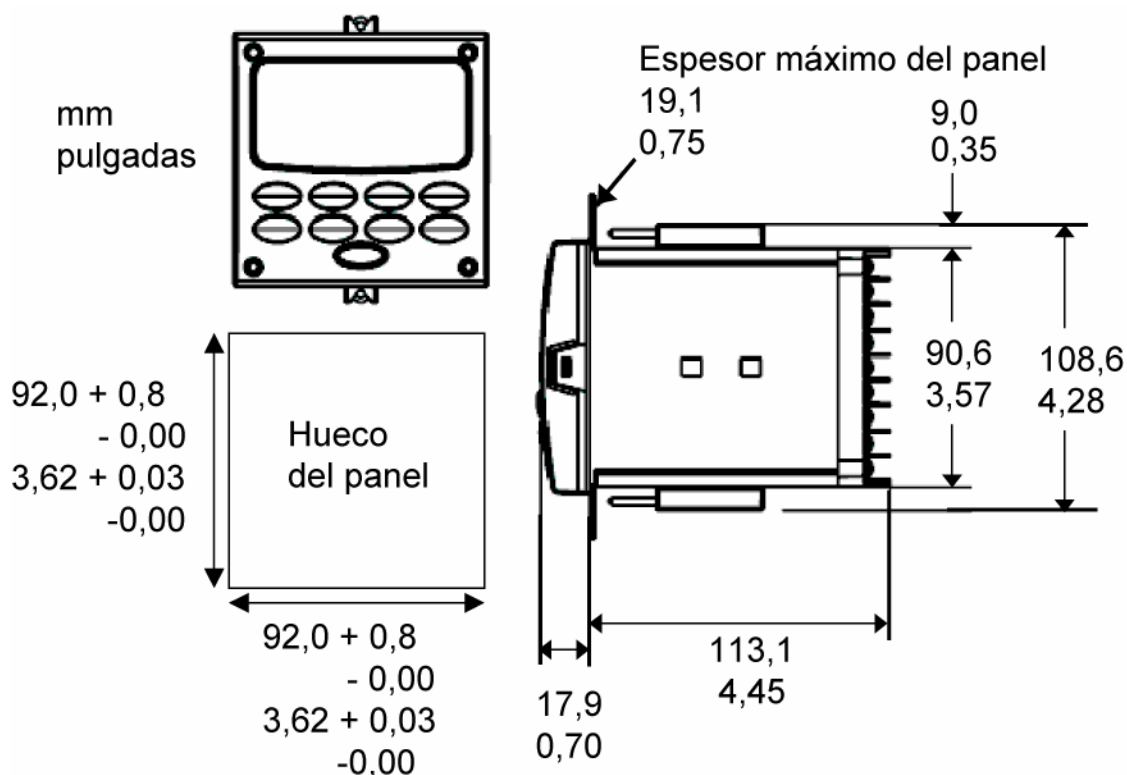

Figura 2-2 Dimensiones de montaje (no a escala)
- Figura 2-2 se muestran las dimensiones globales y los requerimientos de corte del panel para el montaje del controlador.
1	Marque y recorte el orificio del controlador en el panel, de acuerdo con las dimensiones indicadas en Figura 2-2.